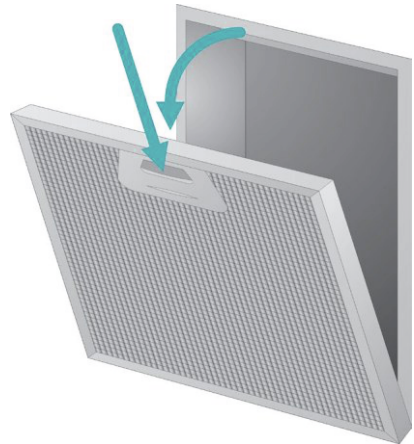

Fig. 12 Extracción del filtro antigrasa de aluminio
1. Apriete las pestañas en el filtro de grasa y quite el filtro. (Fig. 12)